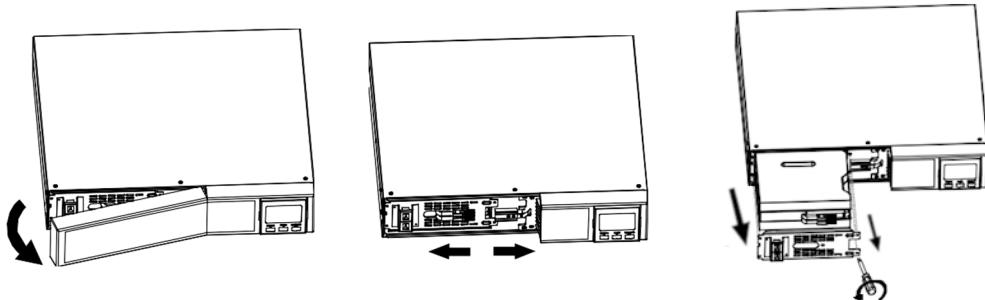

Рисунок 18 – Последовательность извлечения контейнера с батареей из корпуса ИБП
- потянуть на себя за левую сторону и снять левую часть передней панели ИБП (рисунок 18);